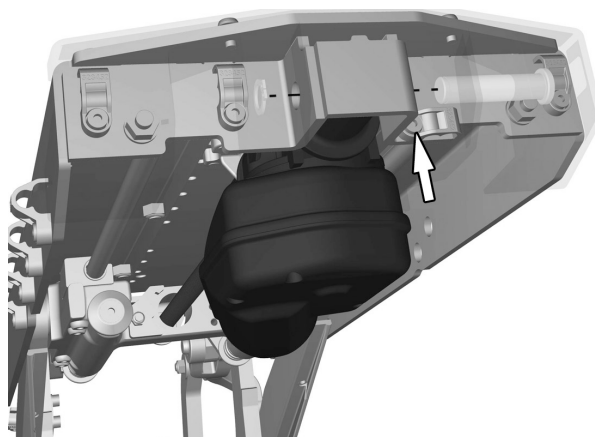

Abbildung 105. Sicherungsring und Achse, die das hintere Ende der Stellvorrichtung und die Schraube, die die Kabelhalterung hält, abmontieren.
4. Schraube abmontieren, die die Kabelhalterung hält. Siehe Abbildung. 105. Kabel am Kabelanschluss teilen.
5. Sicherungsring und Achse, die das hintere Ende der Stellvorrichtung hält, abmontieren. Siehe Abbildung. 105.